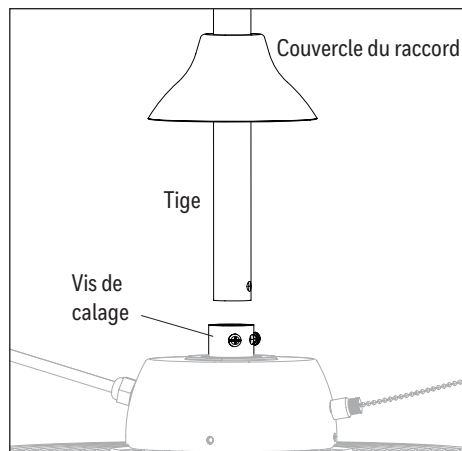

Figure 1.2
2. Desserrez les deux vis de calage du raccord de l'ensemble moteur sans toutefois les retirer. Insérez la tige dans le couvercle du raccord et faites glisser la tige dans le raccord de l'ensemble moteur (Figure 1.2).